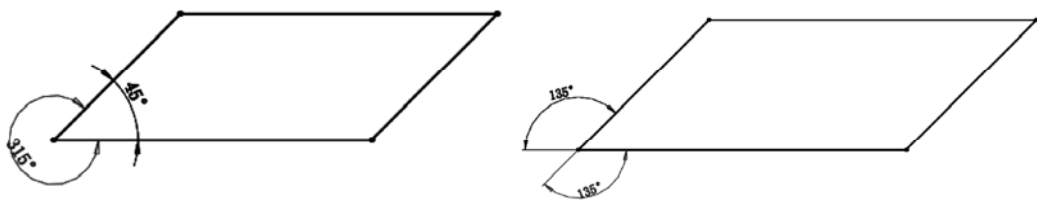

图 2-79 4 种不同的夹角角度
- 5) 这时标注尺寸线显示为两条直线之间的角度, 随着光标的移动, 系统会显示 4 种不同的夹角角度, 如图 2-79 所示。